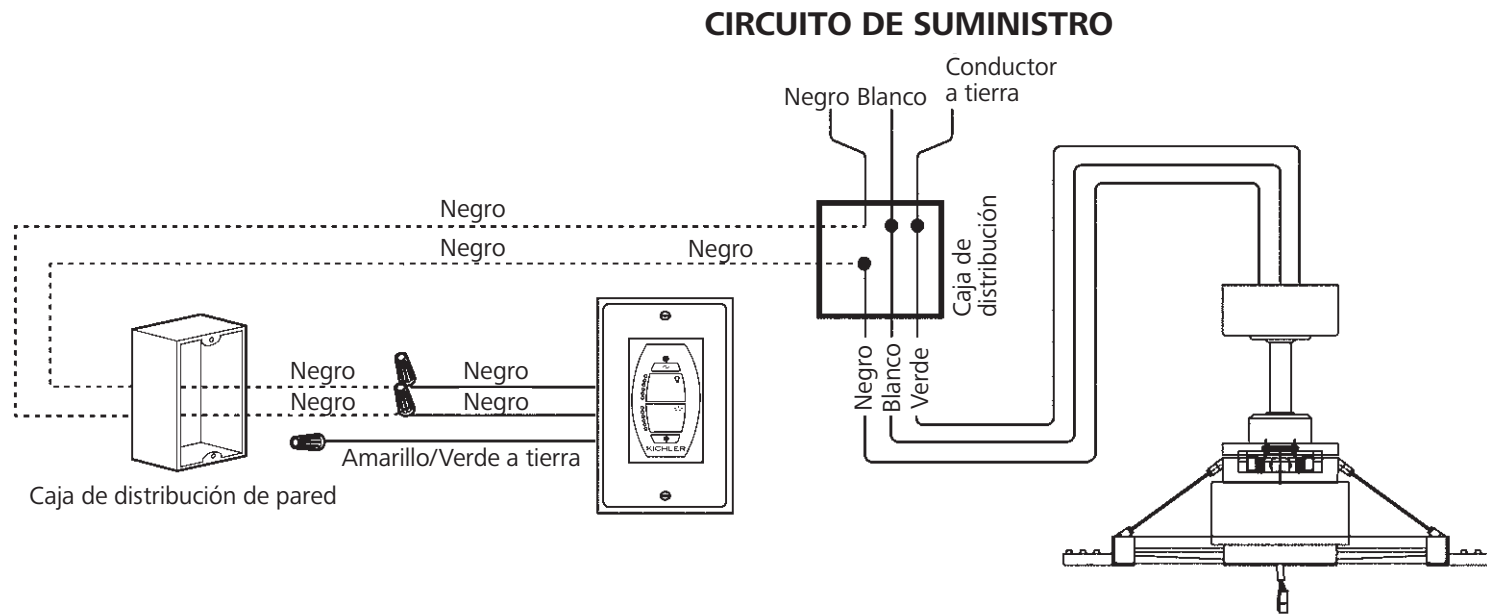

Fig. 13
Ilustradas en la Figura 13. Asegure cada una de las conexiones con las tuercas para cables proporcionadas. (Fig. 13)
**Paso 1.** Conecte el cable negro del ventilador (motor) al cable negro del control de pared. (Fig. 13)
**Paso 2.** Conecte el cable blanco del ventilador (motor) al cable blanco (neutro) del suministro de energía de su hogar. (Fig. 13)
**Paso 3.** Si su caja de distribución tiene un cable de puesta a tierra (verde o cobre sin recubrimiento), conéctelo al cable de puesta a tierra del ventilador de techo y/o al soporte de montaje para cielorraso. (Fig. 13)
**Paso 1.** Conecte el cable negro (AL MOTOR L) del control de pared con el cable negro de la caja de distribución eléctrica de pared. (Fig. 13)
**Paso 2.** Conecte el cable negro (CA EN L) del control de pared con el cable negro de la caja de distribución eléctrica de pared. (Fig. 13)
**Paso 3.** Si su caja de distribución tiene un cable de puesta a tierra (verde o cobre sin recubrimiento), conecte el cable de puesta a tierra amarillo/verde del control de pared a dicho cable; en caso contrario, conecte el cable de puesta a tierra amarillo/verde del control de pared directamente a uno de los tornillos de la caja de distribución eléctrica. (Fig. 13)